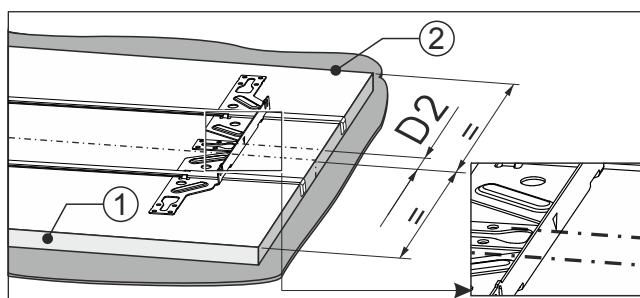

Fig. 92
- Značka upevňovacího příčníku se kryje se značkou Fig. 92 (D2).